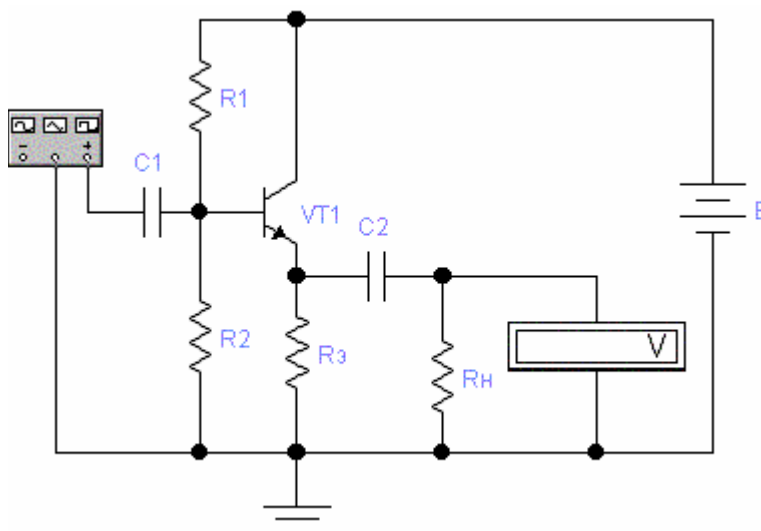

Рисунок 2
1.3 Для схемы усилительного каскада ОК (рисунок 2) и указанных параметров элементов предварительно рассчитать значение резистора R1 при условии $U_s = 0,5E$ и рабочий режим транзистора (I_k , $U_{кэ}$, I_b).
Для схемы ОК (рисунок 2) основные параметры рассчитываются через малосигнальную схему замещения каскада: